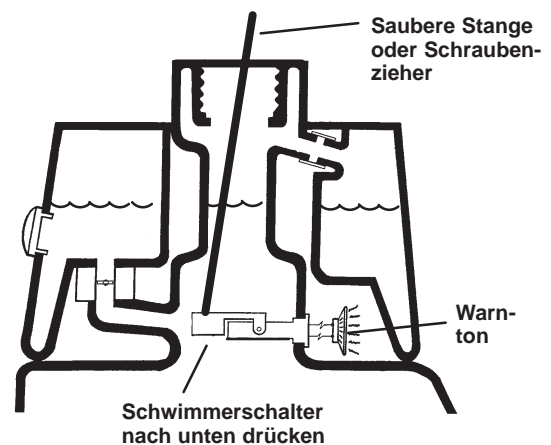

Bild 29
3. Stecken Sie eine saubere Stange oder einen Schraubenzieher in den Tankeinfüllstutzen und drücken Sie den Schwimmerschalter leicht nach unten (Bild 29). Der Alarm sollte nach einer Sekunde ertönen.